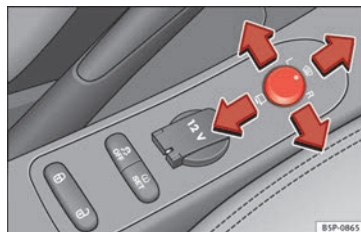

Fig. 73 Mando de los retrovisores exteriores.
1. En primer lugar, gire el mando » **fig. 73** hasta la posición **L (retrovisor izquierdo)**.
- Gire el mando hacia delante » **fig. 73** para que los retrovisores térmicos se calienten y la función de cristal parabrisas calefactable* en la zona de reposo de las escobillas quede activada » **pág. 90**.
- Gire el mando » **fig. 73** hasta la posición  para plegar los retrovisores exteriores. Para evitar daños en el vehículo, debería plegar los retrovisores exteriores siempre que utilice un túnel de lavado automático.